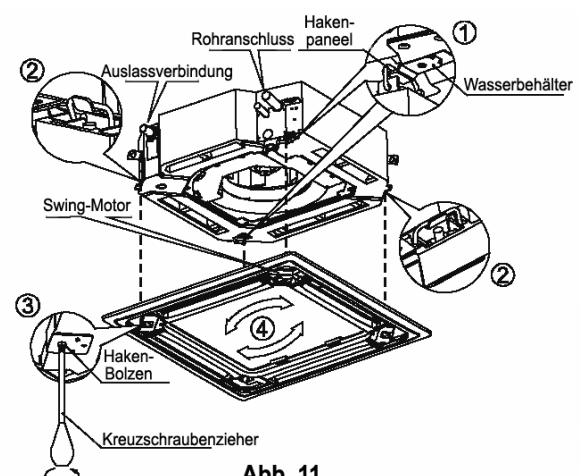

Abb. 11
(3) Installation des Paneels
- Richten Sie den Swing-Motor am Paneel richtig an den Rohrabschlüssen des Hauptgerätes aus. (Siehe Abb. 11)
- Justieren Sie das Paneel vorsichtig in Pfeilrichtung (s. Abb. 11 (4)), so dass die Mitte des Paneels sich mit der Mitte des Lochs in der Decke deckt. Achten Sie darauf, dass die Haken an allen vier Ecken fest sitzen.